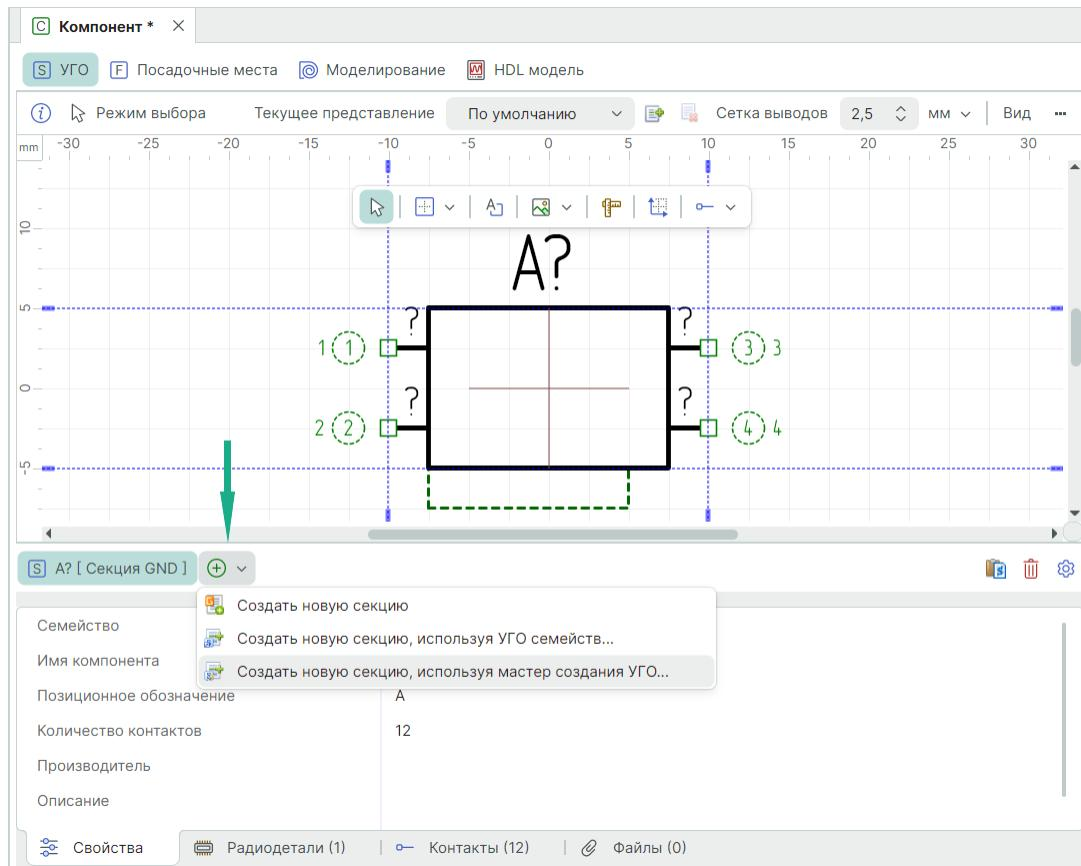

Рис. 217 Запуск мастера создания УГО
1. Нажмите иконку создания новой секции и в открывшемся меню выберите пункт «Создать новую секцию, используя мастер создания УГО...», см. Рис. 217.